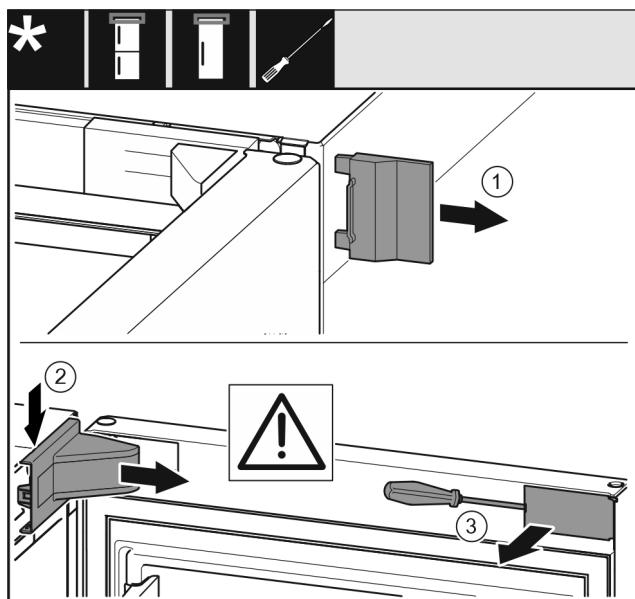

Fig. 8
- Sejměte vnější kryt. Fig. 8 (1)
- Odjistěte a uvolněte kryt stojanu ložiska. Sejměte kryt stojanu ložiska. Fig. 8 (2)
- Plochým šroubovákom vyjměte záslepku a otoče ji ke straně. Fig. 8 (3)